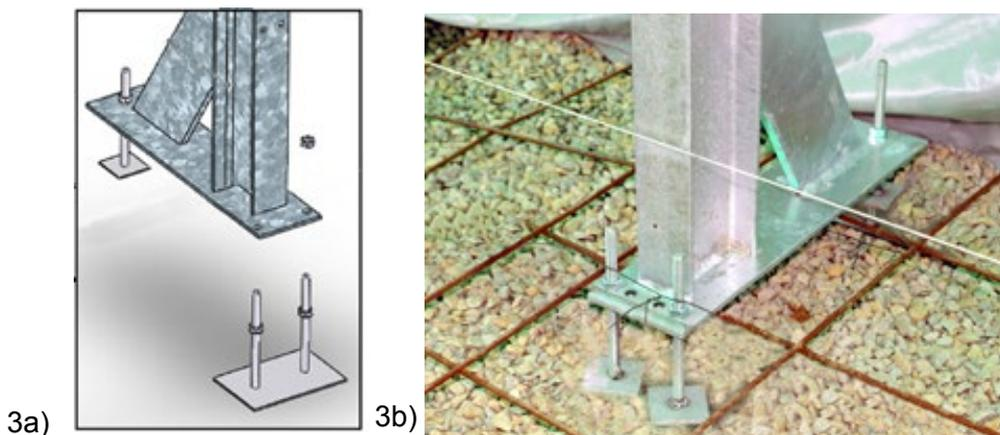
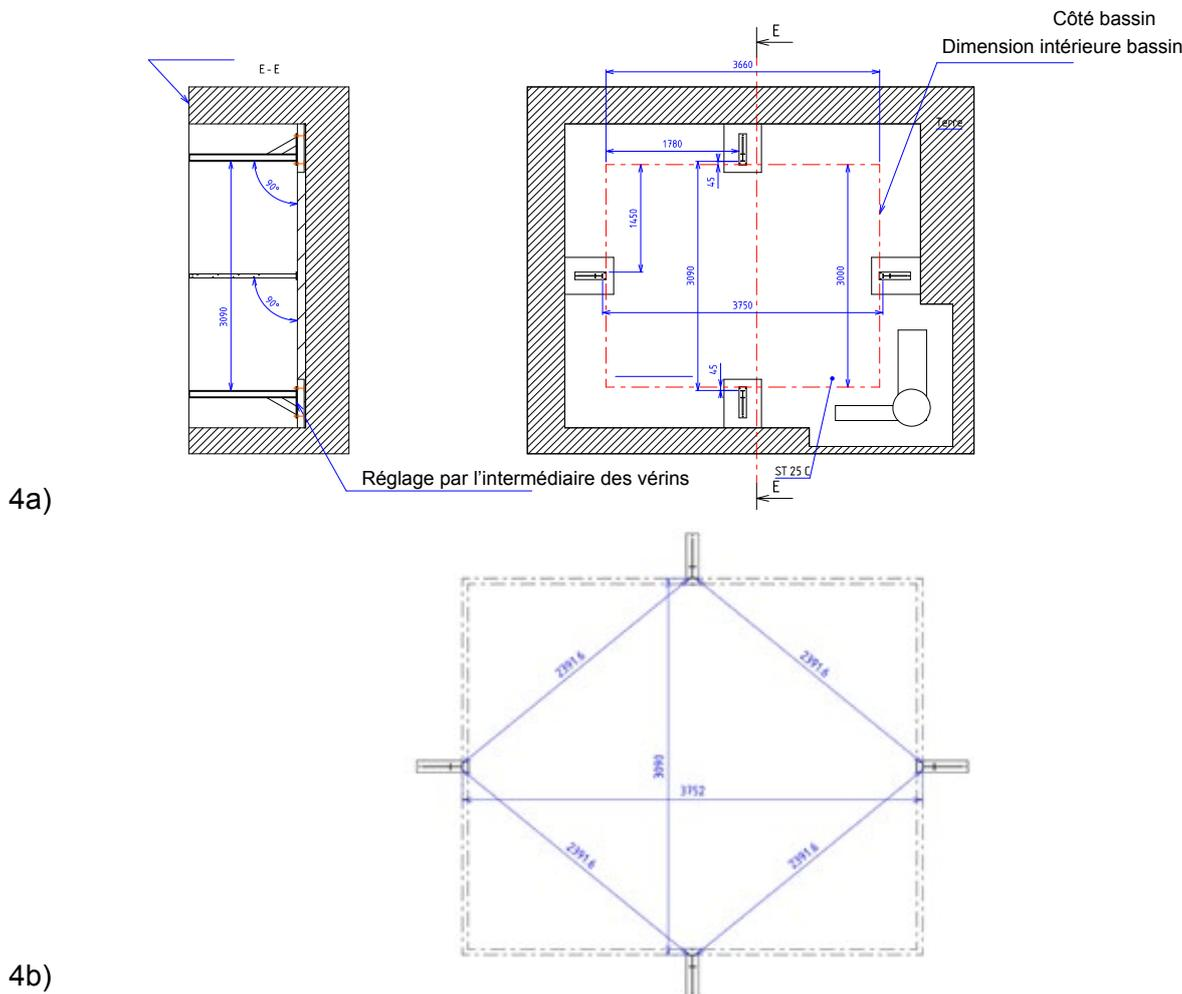

Figure 3 – a et b - Mise en place des vérins sur les jambes de force en acier
Figure 4 – a et b - Positionnement des jambes de force en acier
Installez les jambes de force dans chacun de quatre emplacements, après les avoir pré-équipés de vérins (*Figure 3* et *Figure 4*). Utilisez 4 vérins doubles et 4 vérins simples ainsi que 24 écrous de diamètre 10 mm (sachet A), les écrous du dessus étant à monter après réglage de la hauteur des écrous du dessous.
- ❗ Vérifiez que l'ensemble des cotes de la figure 4 sont respectées avant de passer à l'étape suivante.